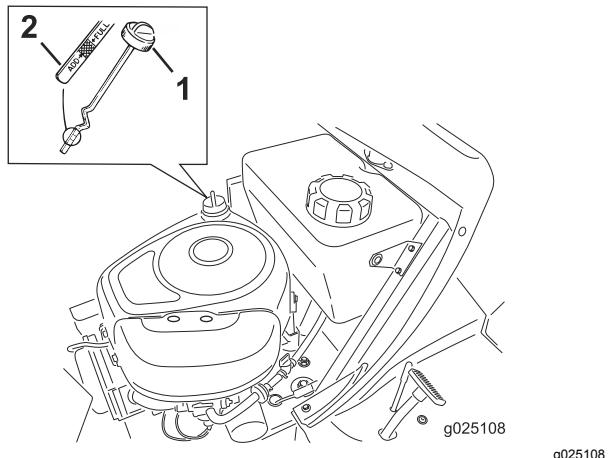

Figura 23
- Limpe a zona em redor da vareta (Figura 23), para evitar que entre sujidade no orifício do filtro e possíveis danos no motor.
- Retire a vareta e limpe a extremidade de metal (Figura 23).
- Coloque a vareta totalmente no tubo de enchimento (Figura 23).
- Limpe a zona em redor da vareta e desaperte a tampa (Figura 23).
- Coloque lentamente cerca de 80% da quantidade de óleo do motor no tubo de enchimento (Figura 23).